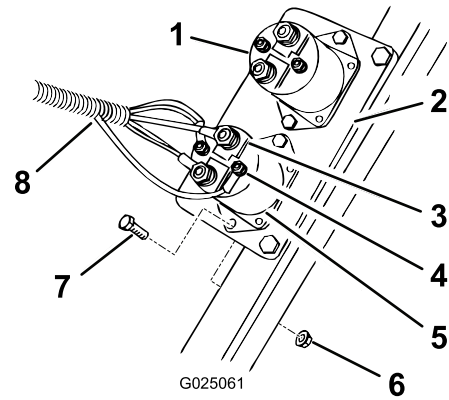

図7
2. 既存のプレートに、ソレノイドを取り付けるボルト#10 x 3/4 インチ2本とナット#102個を使って 図7のように取り付ける。